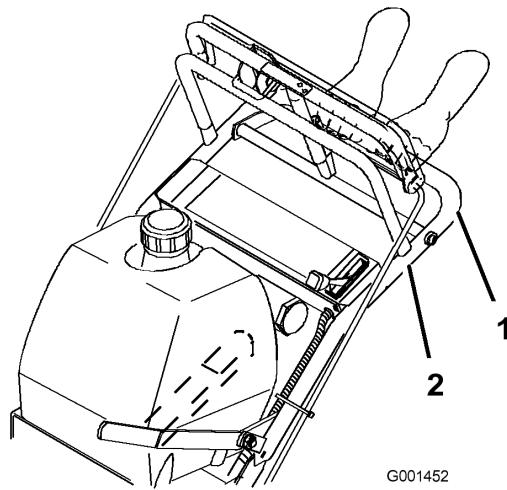

Figura 11
4. Al mismo tiempo, engrane la barra de control inferior y levante el manillar inferior (Figura 9 y Figura 11).
5. Al mismo tiempo, engrane la barra de control inferior y levante el manillar inferior (Figura 9 y Figura 11).